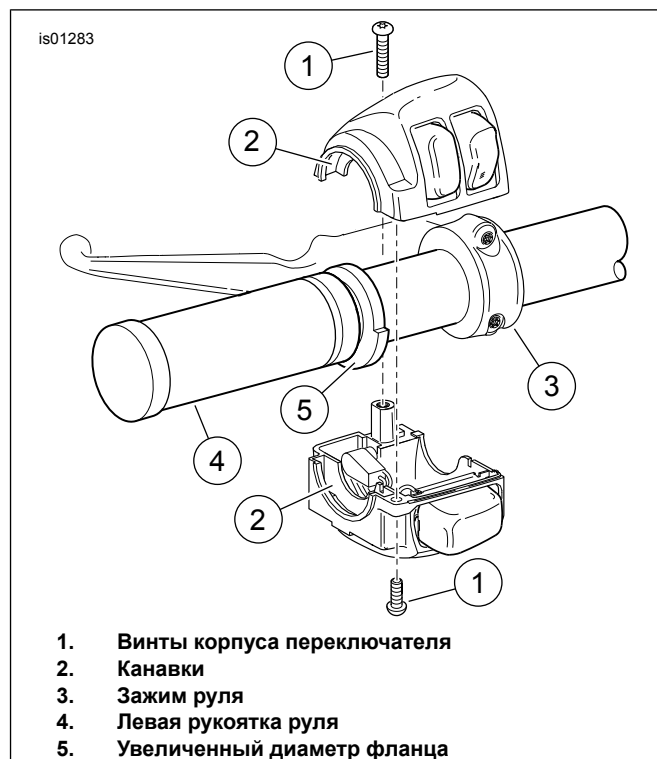

Рисунок 4. Корпус переключателя на левой стороне руля
3. См. Рисунок 4 . Расположите левую рукоятку руля с подогревом (4) таким образом, чтобы часть фланца (5) большего диаметра оказалась внизу. Надавите на рукоятку до ее полной установки на руль.
4. Поместите корпус нижнего переключателя под рукояткой так, чтобы канавки (2) на внешней стороне корпуса переключателя установились над фланцем на конце рукоятки.
14. См. Рисунок 4 — там продемонстрирована аналогичная установка переключателя на левой стороне. Поместите корпус нижнего переключателя под рукояткой так, чтобы канавки (2) на внешней стороне корпуса переключателя установились над фланцем на конце рукоятки.